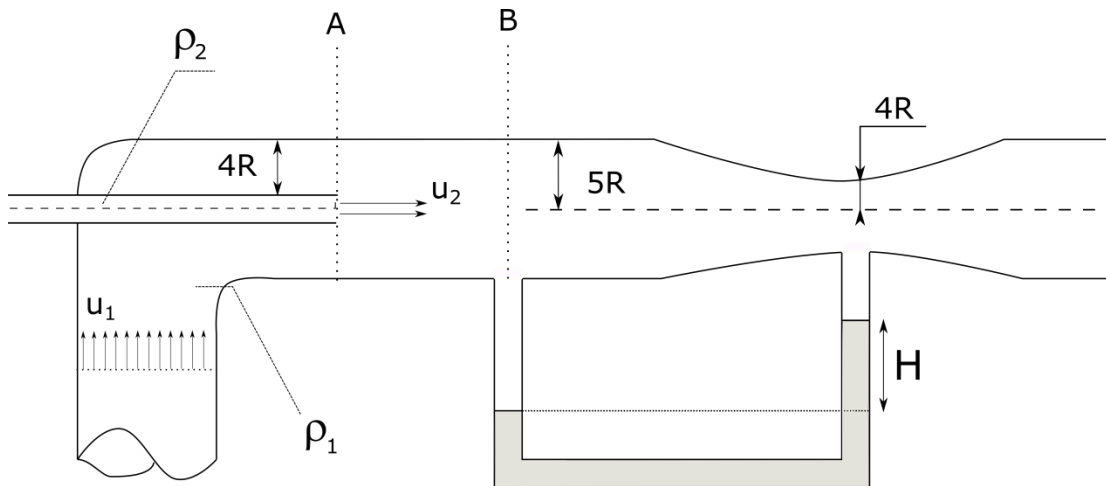

Figura 1. Sistema de tubulação com fluidos com massa específica diferente
**(25 pontos) Exercício 2:** A Figura 1 (vista em planta) mostra um conjunto de tubulações circulares conectadas. Na tubulação principal, com raio  $5R$ , escoia um fluido com massa  $\rho_1$  e velocidade  $u_1 = 0,96$  m/s (velocidade observada na região à montante do escoamento apresentado na Figura 1). Na seção A uma tubulação de raio  $R$  adentra o centro da tubulação principal e introduz um fluido 2 (de massa específica  $\rho_2 = 4\rho_1$ ) com velocidade  $u_2 (= 19,79u_1)$ . Na seção B os fluidos já estão completamente misturados. O fluxo segue até uma contração, que reduz a tubulação à um raio  $4R$ . Dado que a diferença de pressão na seção AB é  $\Delta P_{AB} = P_A - P_B = 4,34 \rho_1 u_1^2$ , encontre o valor de  $H$  em metros considerando que o fluido manométrico tem massa específica  $\rho_m = 8\rho_1$ .